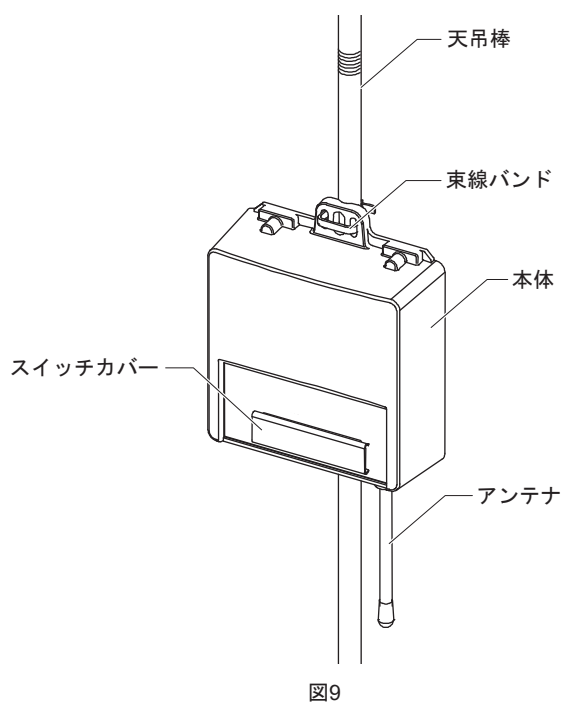

図9
### (1) 天吊棒に束線バンドで取付（図9参照）
- ① スイッチカバーを手前に引っ張って外し、周波数チャンネル、グループアドレスおよびUTアドレスを設定します。